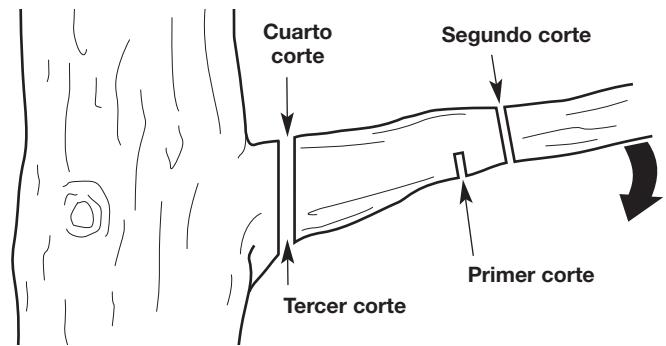

Fig. 34
- Realice el primer corte aproximadamente a 6 pulgadas (15 cm) del tronco del árbol. Corte hacia arriba, desde la parte de abajo de la rama. Use la parte superior de la barra de guía para hacer este corte. Corte hasta un tercio del diámetro de la rama (Fig. 34).
- Haga el segundo corte de 2 a 4 pulgadas (5 - 10 cm) más afuera en la rama. Corte hacia abajo, desde la parte de arriba de la rama. Use la parte inferior de la barra de guía para hacer este corte. Corte atravesando totalmente la rama (Fig. 34).
- Haga el tercer corte lo más cerca posible del tronco del árbol. Corte hacia arriba, desde la parte de abajo del muñón de la rama. Use la parte superior de la barra de guía para hacer este corte. Corte hasta un tercio del diámetro de la rama (Fig. 34).
- Realice el cuarto corte directamente encima del tercero. Corte hacia abajo, desde la parte de arriba del muñón de la rama. Use la parte inferior de la barra de guía para hacer este corte. Corte atravesando totalmente el muñón de la rama hasta alcanzar el tercer corte (Fig. 34). Así se retira el muñón de rama.